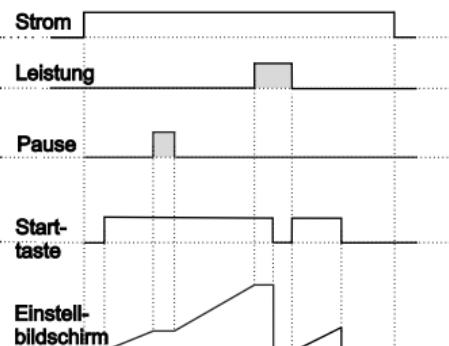

Abbildung 3.4
3.2.2 Wenn Aufwärtszählen **DEct** = 0 und **butF oFF** ist, wird das Regelschema in Abbildung 3.4 gezeigt.